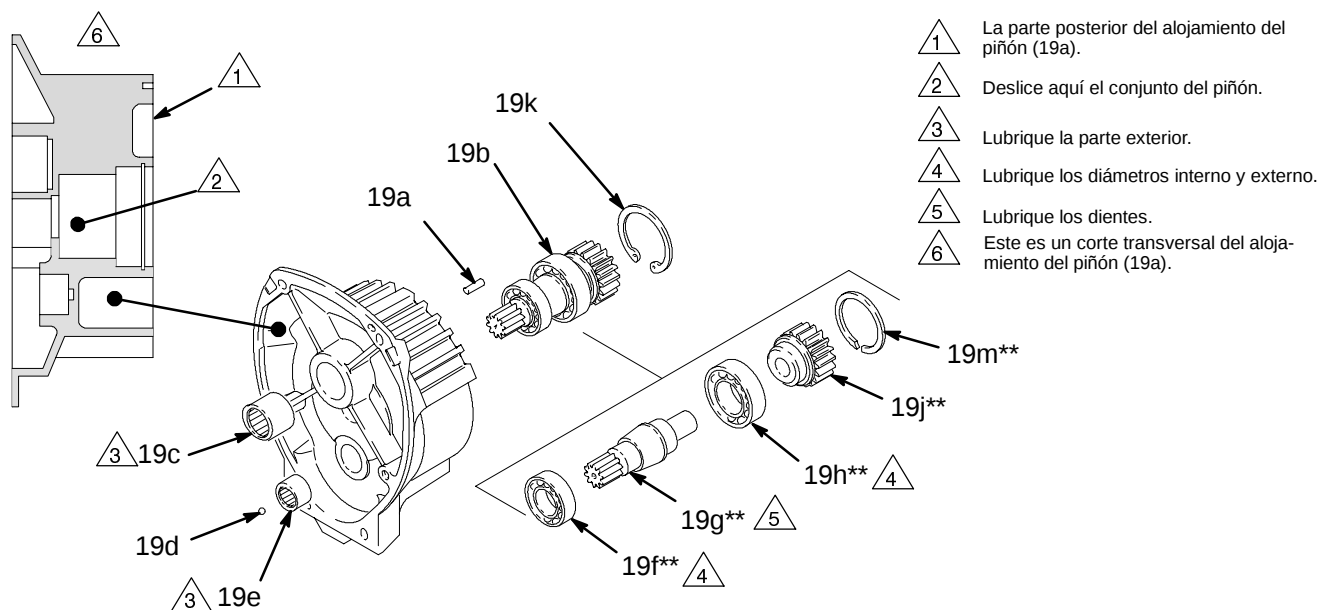

Fig. 10
2. Quite primero los dos tornillos (10) y arandelas de retención (11) inferiores, y luego los tres tornillos (10) y las arandelas de retención (11) laterales y, por último, el tornillo (10) y la arandela (11) superiores.
3. Saque el alojamiento del piñón (19) fuera del cárter del embrague. El disco (4a) saldrá con él.
4. Saque el disco (4a) del cubo (19j - vea la Fig. 10) del alojamiento del piñón.
NOTA: Consulte la Fig. 10 a menos que se indique lo contrario.
5. Aplique lubricante en las piezas, de la forma indicada en la Fig. 10.